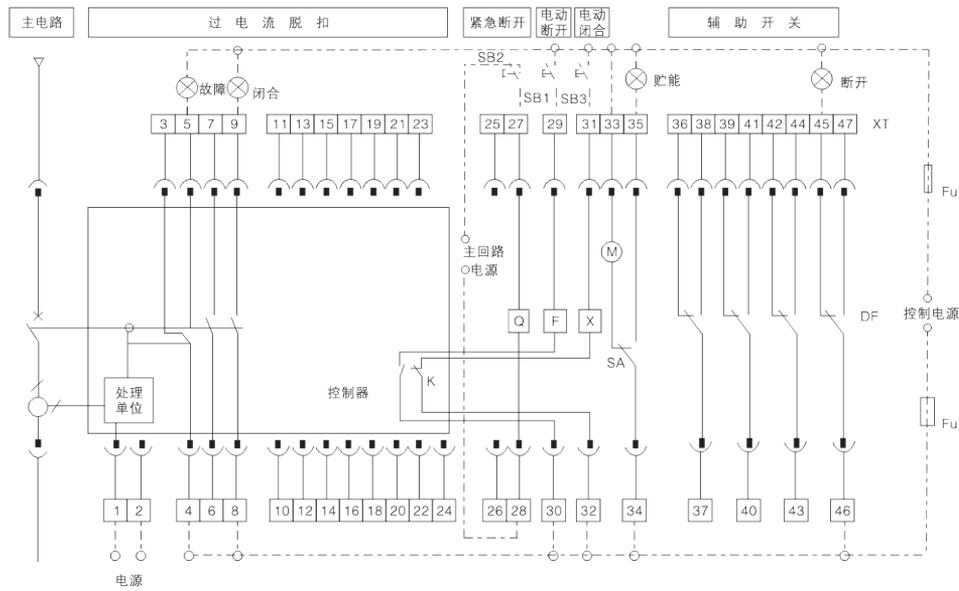

图13a 配L或M型智能控制器的断路器二次回路接线(辅助触头为四组转换触头)
• CFW8-2000、3200 断路器辅助开关由四组转换接触头组成的二次回路接线图，见图13a